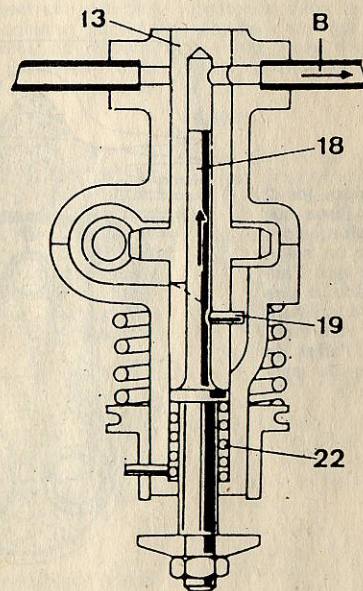

Fig. 2
La rotation du pignon (16) et de la rampe hélicoïdale se poursuivent : le piston arrive au point mort bas (fig. 2), tandis que le distributeur (13) qui tourne en même temps que la rampe hélicoïdale a maintenant son orifice en regard de la canalisation de graissage sous pression (B).